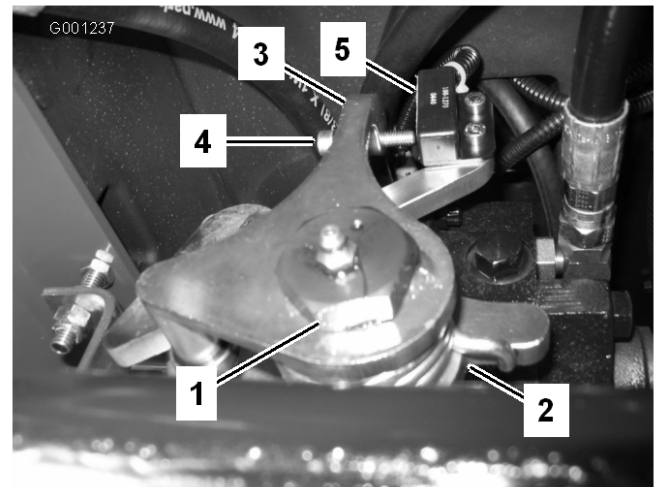

Figura 57
3. Afloje el tornillo de retención del lado opuesto de la leva de ajuste de la tracción (Figura 57).
7. Ajuste el tornillo del brazo de retorno a punto muerto (Figura 57) hasta que quede un espacio de 2,3 a 3 mm entre el extremo del tornillo y el contacto del interruptor.